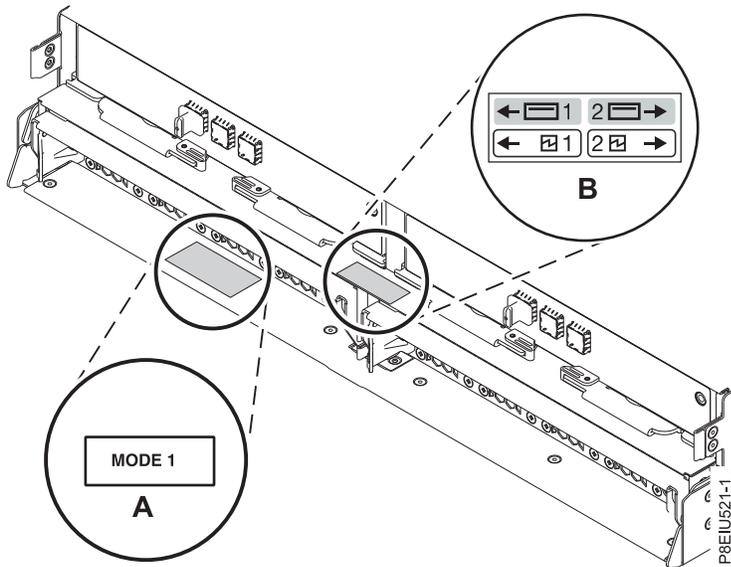

Figura 12. Ubicaciones de pegatinas de modalidad en la parte posterior del Alojamiento de almacenamiento 5147-024,ESLL o ESLS
2. Confirme la modalidad establecida en fábrica para el alojamiento utilizando la información impresa en las pegatinas de la parte posterior del alojamiento. Las pegatinas están pegadas en la estantería inferior izquierda del chasis **(A)** y el soporte central entre los módulos del gestor de servicios de alojamiento **(B)**. Las pegatinas indican si el alojamiento está establecido en modalidad 1, modalidad 2 o modalidad 4. Para obtener más información, consulte la Figura 12 en la página 13.